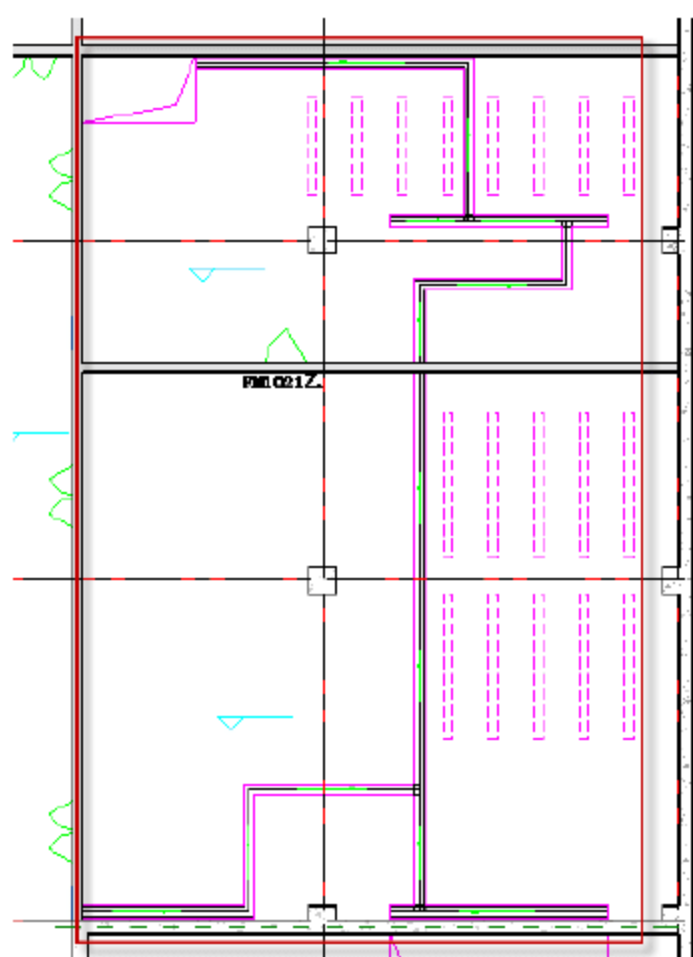
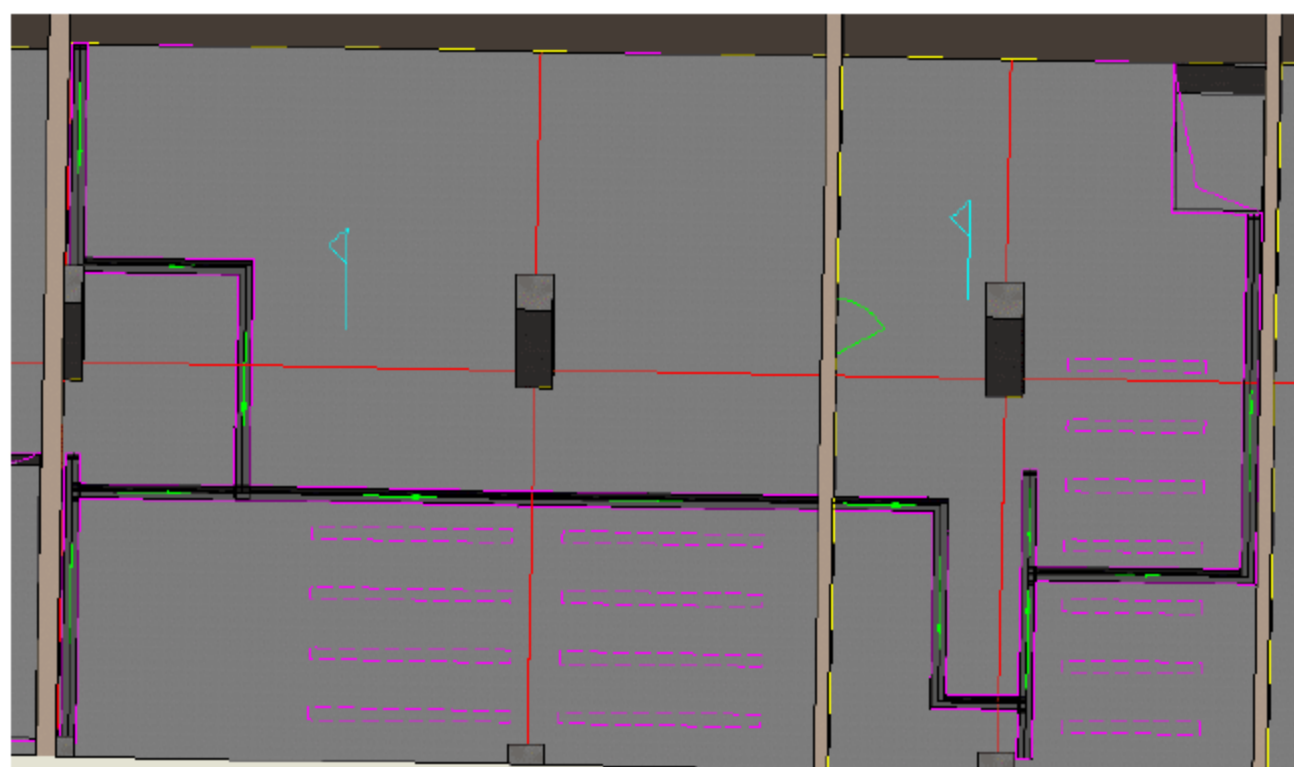

图 9.2.57 完成“250mm地沟”的绘制
图 9.2.58 3D 效果图
(15) 完成“250mm地沟”的绘制,如图9.2.57所示,3D效果如图9.2.58所示。